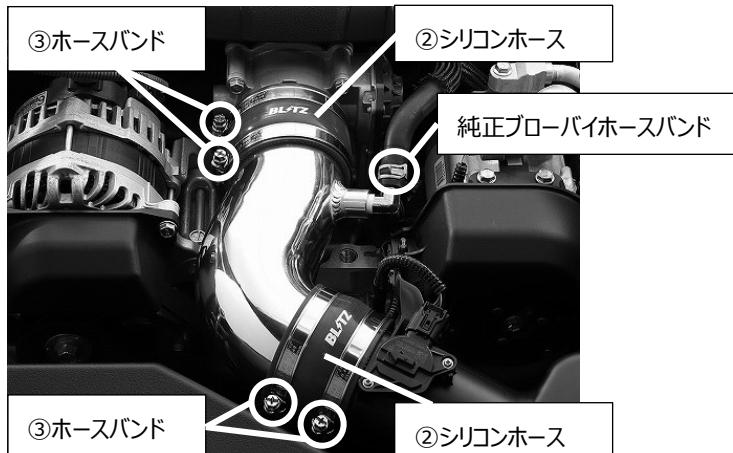

図3
2) 付属の②シリコンホースと③ホースバンドを使用し、図3を参考に①サクションパイプを仮合わせして下さい。